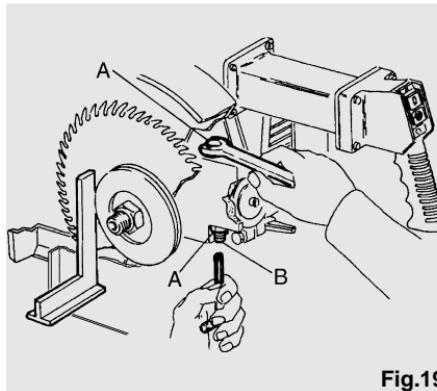

Fig.19
- Mit einem Winkel überprüfen, daß das Sägeblatt genau senkrecht zur Arbeitsfläche steht (Fig. 19). Andernfalls diese Einstellung über Mutter (A) mit einem 13er-Maulschlüssel und Stift (B) mit einem Inbusschlüssel vornehmen. Den oberen Stift lösen und den unteren festziehen (oder umgekehrt), ist die senkrechte Stellung einmal gefunden worden, werden die Stifte durch Festziehen der Mutter (A) in ihrer jeweiligen Stellung blockiert.